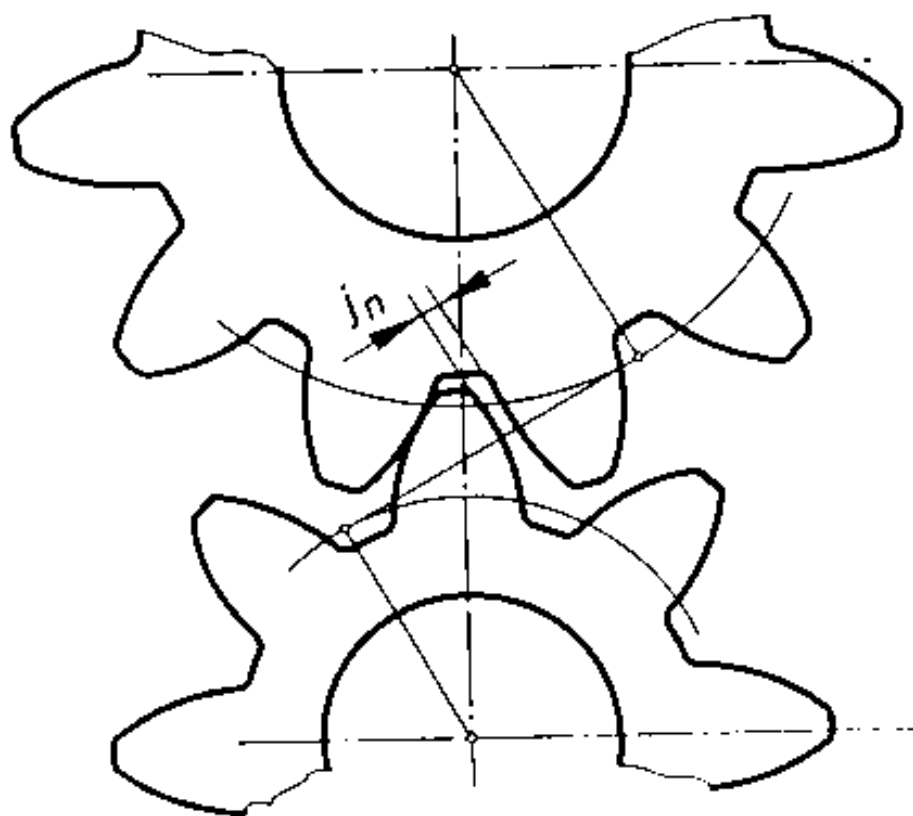

Рисунок 3 - Боковой зазор зубчатой передачи
6. Сделать вывод о дальнейшей работе зубчатого зацепления рисунок 3.